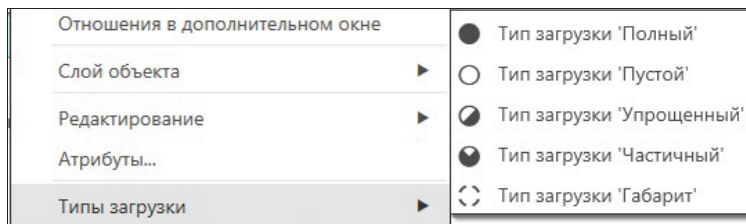

Рис. 25.32. Выбор типа загрузки в Дереве модели
- ♦ из контекстного меню компонента **Типы загрузки** в **Дереве** построения сборки (рис. 25.32).